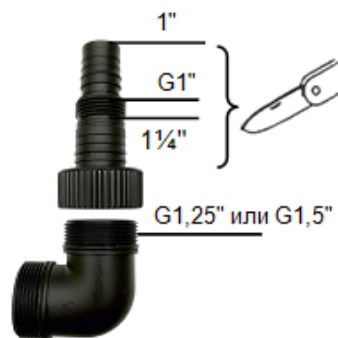

Рис.3
2. Подсоедините к напорному патрубку насоса напорный шланг (магистраль), для чего выберите необходимый присоединительный диаметр универсального патрубка, соответствующий внутреннему диаметру шланга. Часть патрубка, находящаяся выше нужного соединения отрезается ножом (рис.3). Шланг фиксируется на патрубке зажимным хомутом. При подсоединении резьбового соединения